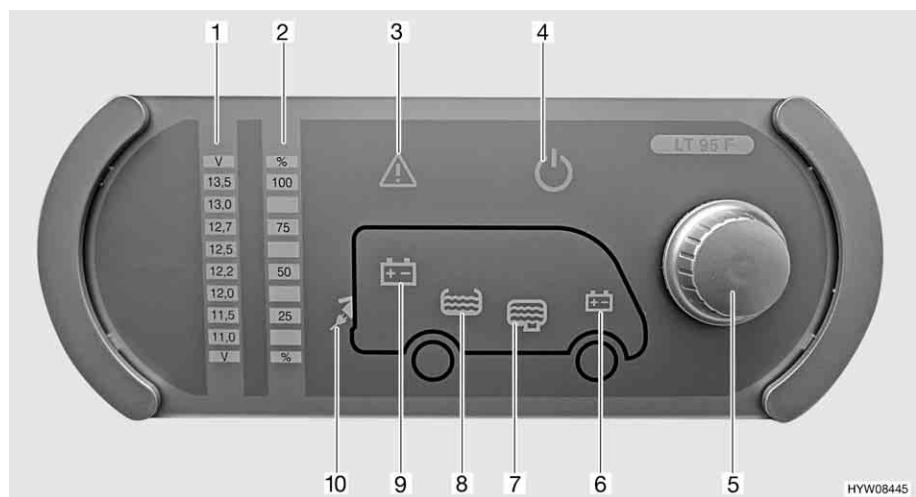

Fig. 77 Pannello di controllo (LT 95)
Il pulsante a rotazione (Fig. 77,5) inserisce o disinserisce il pannello di controllo e l'alimentazione a 12 V dell'abitacolo.
- Premere il pulsante a rotazione (Fig. 77,5): L'alimentazione a 12 V dell'abitacolo è inserita. La spia di controllo a 12 V (Fig. 77,4) diventa verde.
- Premere il pulsante a rotazione (Fig. 77,5): L'alimentazione a 12 V dell'abitacolo è disinserita. La spia di controllo a 12 V (Fig. 77,4) si spegne.
Mediante il pulsante a rotazione (Fig. 77,5) si possono interrogare sia la tensione della batteria dell'abitacolo che la tensione della batteria di avviamento. La tensione viene visualizzata sulla scala indicatore per la tensione della batteria (Fig. 77,1).
- Ruotare il pulsante a rotazione (Fig. 77,5), finché si accende il simbolo della batteria della quale deve essere interrogata la tensione.
Viene indicata la tensione della batteria dell'abitacolo (Fig. 77,9)
Viene indicata la tensione della batteria di avviamento (Fig. 77,6)
- Leggere la tensione sulla scala indicatore della tensione della batteria (Fig. 77,1).
Mediante il pulsante a rotazione (Fig. 77,5) si possono interrogare sia il livello del serbatoio dell'acqua che il livello del serbatoio delle acque grigie. Il livello viene visualizzato sulla scala indicatore livello dei serbatoi (Fig. 77,2).
- Ruotare il pulsante a rotazione (Fig. 77,5), finché si accende il simbolo del serbatoio del quale deve essere interrogato il livello.
Viene indicato il livello del serbatoio dell'acqua (Fig. 77,8)
Viene indicato il livello del serbatoio delle acque grigie (Fig. 77,7)
- Leggere il livello sulla scala indicatore del livello serbatoio (Fig. 77,2).
La spia luminosa Alarm (Fig. 77,3) lampeggia non appena i valori limite fissati vengono superati per eccesso o per difetto.
Allarme batteria La spia luminosa Alarm (Fig. 77,3) lampeggia non appena la tensione della batteria scende al di sotto di 11 V. Se l'alimentazione a 12 V è accesa, si accende anche il relativo simbolo della batteria (Fig. 77,6 o 9), e l'indicatore "11,0" sulla scala indicatore della tensione della batteria (Fig. 77,1) lampeggi. Rischio di uno scaricamento totale della batteria.
Allarme serbatoio La spia luminosa Alarm (Fig. 77,3) lampeggia ed il relativo simbolo del serbatoio (Fig. 77,7 o 8) si accende non appena il serbatoio dell'acqua è vuoto o il serbatoio delle acque grigie è pieno.
La spia di controllo a 230 V (Fig. 77,10) si accende quando all'ingresso della centralina elettrica è presente una tensione di rete.